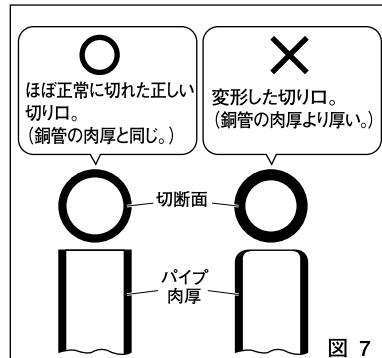

図 7
- ・急激に刃を送るとパイプが変形し(図7-右側)正常なフレア加工が出来なくなります。